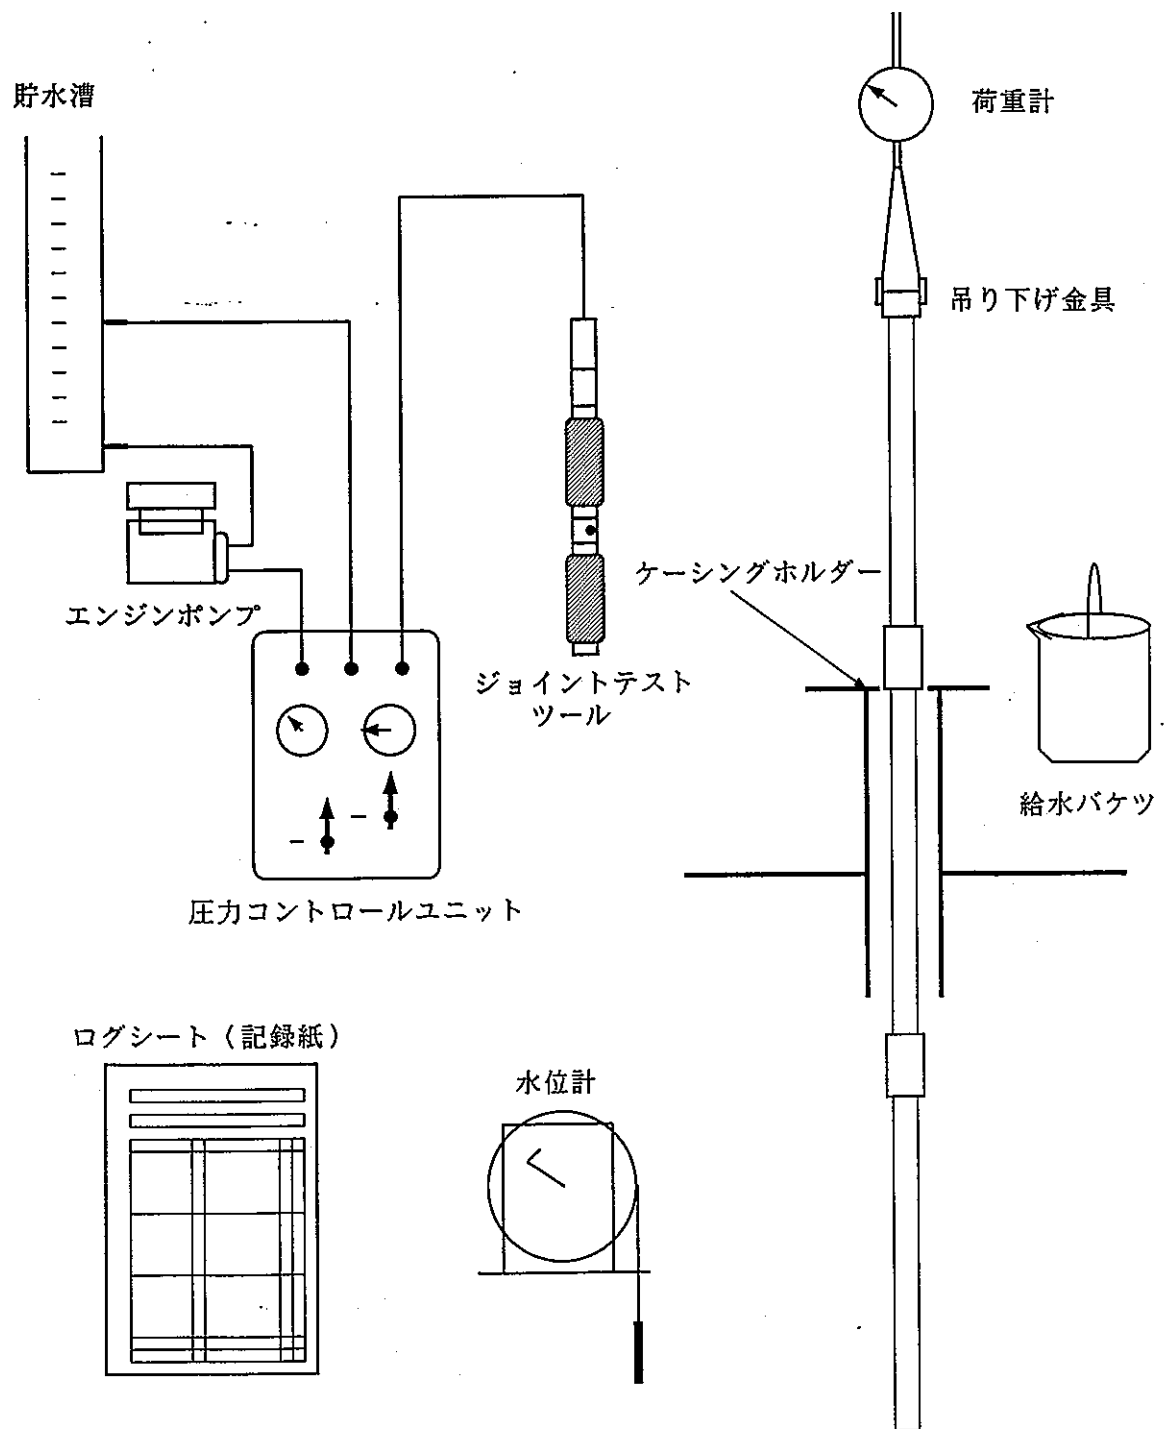

図 4-1 MP ケーシング埋設（挿入）資材配置概要図
- 1) ケーシング内に注入する清水を水槽内に入れ、ジョイントテスト用のツールを組み立て、エンジンポンプ、圧力コントロールユニットと接続する（図4-1）。